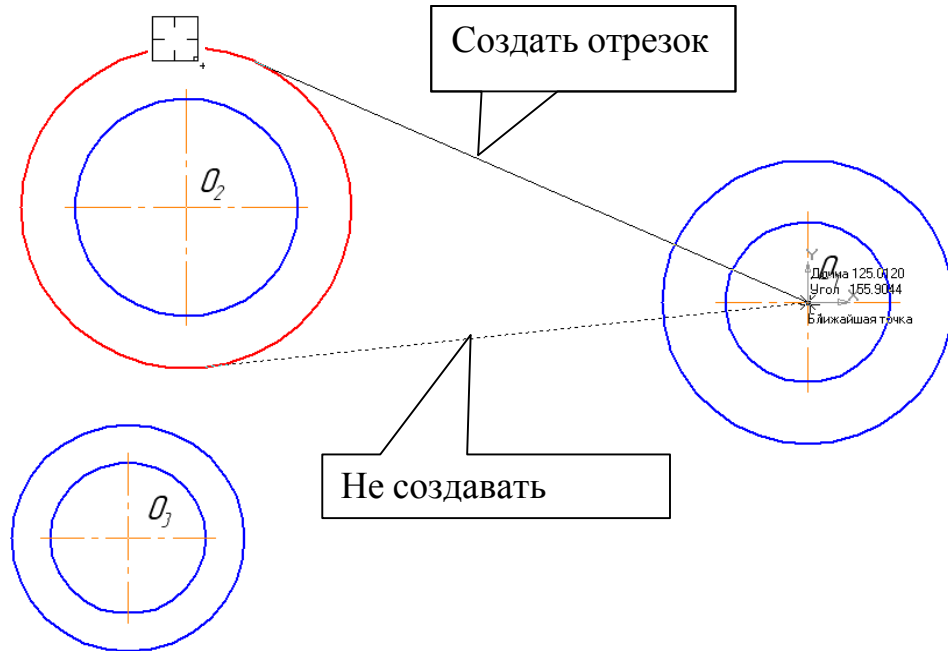

Рис. 2
2. Постройте окружности, рис. 2.
1. С помощью команды **Ввод окружности**  постройте две окружности с центром в начале координат ( $O_1$ ), рис. 2, радиусами: R17 и R30. Для этого подведите курсор к началу координат и зафиксируйте положение центра нажатием левой кнопки мыши, нажмите кнопку **Запомнить состояние**  на Панели специального управления. Введите с клавиатуры значения: «17»[Enter], «30» [Enter]. Постройте две окружности с центром, имеющим координаты  $O_2(-128, 20)$  и соответственно радиусы: R23 и R34. Выполните центровые линии (**Обозначение**  – **Обозначение центра** ) на окружностях, имеющих меньший радиус, рис. 2.